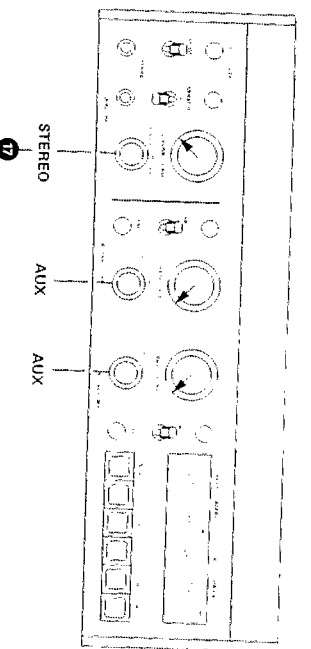

Fig. 6.4-1
Alle Messwerte an OUTPUT (51) beziehen sich auf voll geöffneten Regler LEVEL (50) (Fig. 6.4-1).
The signal levels specified for OUTPUT (51) are taken with the controls LEVEL (50) (Fig. 6.4-1) fully open.
Tous les valeurs mesurées à la sortie OUTPUT (51) au réglage maximum des potentiomètres LEVEL (50) (Fig. 6.4-1).
- Schaltungspegel messen nach Fig. 6.4-1
- NF-Multifrequenz an Ausgang OUTPUT (51) anschließen (Regler LEVEL (50) voll geöffnet)
- NF-Generator an Anschluss AUX INPUT (48) parallel anschließen. Generatorpegel bei 1000 Hz so einstellen, dass sich an NF-Multimeter eine Spannung von 0,775 V einstellt. Für diese Spannung wird ein Eingangspegel von ca. 20 mV benötigt.
- Mesurer les commutateurs selon Fig. 6.4-1
- Brancher un multifréquence NF sortie OUTPUT 51 (potentiomètre: LE (50) ouvert au max.)
- Raccorder un générateur NF aux sockets AUX INPUT (48) parallel. Sélectionner 1000 Hz et régler le niveau de façon à obtenir 0,775 V au multimètre BF. Le niveau d'entrée est d'environ 20 mV.